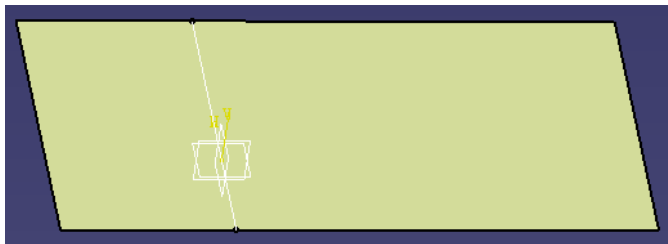

图 9-12
(1) 用 xy plane → Sketcher → Line → Exit → Extrude 画如图 9-12。